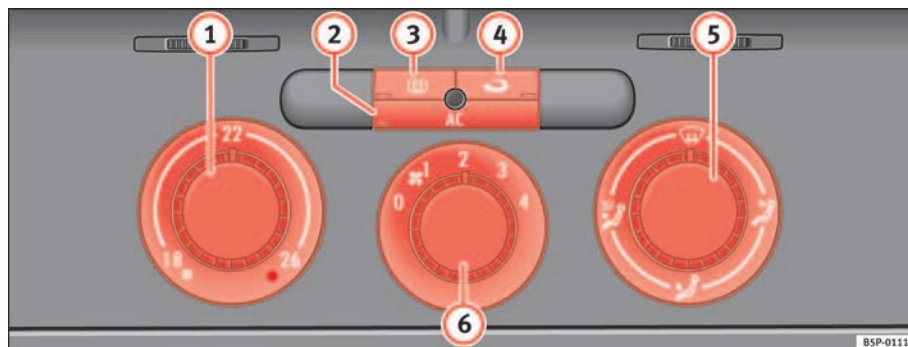

Fig. 124 Comandos do Climatic no painel de instrumentos
- Rodar o regulador da temperatura ⇒ fig. 124 ① para a direita, até ser atingida a potência calorífica pretendida.